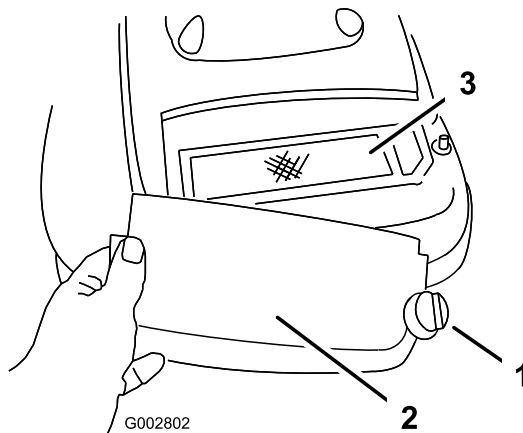

Figura 23
3. Desenrosque el tornillo que sujeta la tapa del limpiador de aire (Figura 23).
4. Retire la tapa y límpiela a fondo (Figura 23).